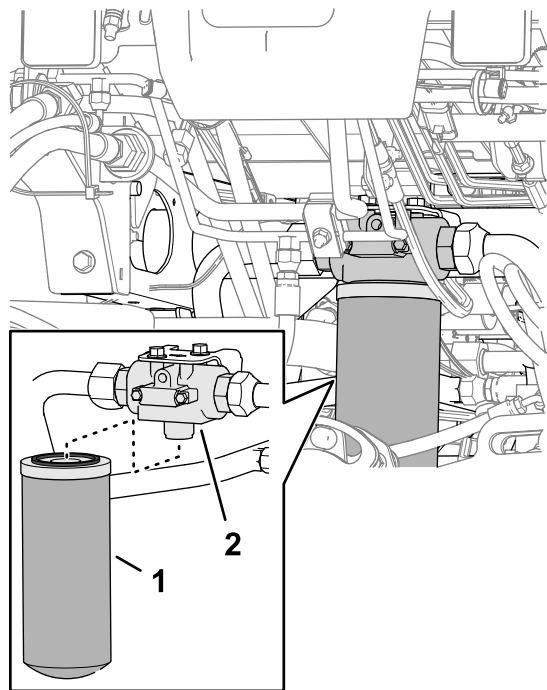

Figura 145
2. În partea din față a mâinii, așezați o tavă de golire sub filtrul de retur (Figura 145).